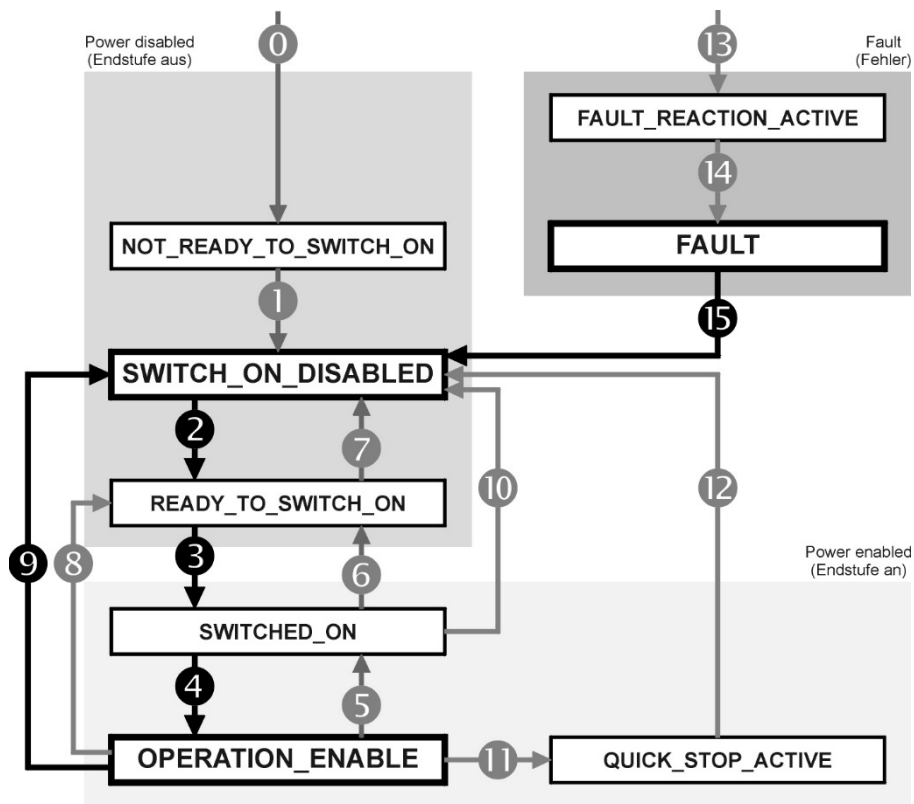

Abbildung 7.11: Zustandsdiagramm des Reglers
- 3.) Laut Zustandsdiagramm (Abbildung 7.11) sind die Übergänge 2, 3 und 4 auszuführen.